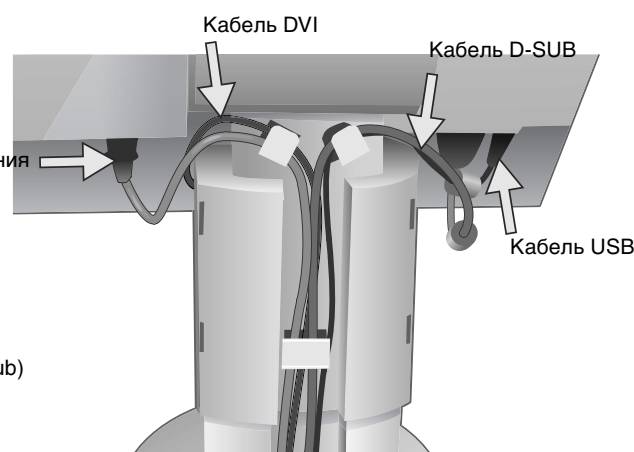

Рисунок C.2
5. Кабели должны размещаться в отсеке распределения кабелей в следующем порядке: кабель питания и кабель видеосигнала DVI (**Рисунок C.2**).
6. Поместите кабель питания и кабель видеосигнала DVI в специальные кабельные каналы, обозначенные на **рисунок C.2**.
7. Поместите кабель D-Sub и кабель USB в специальные кабельные каналы, обозначенные на **рисунок C.2**.